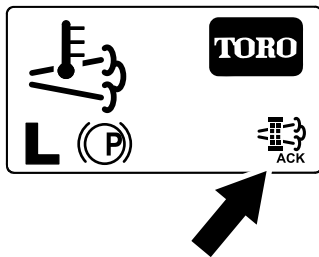

Figura 59
8. L'InfoCenter visualizza la schermata Home e l'icona della rigenerazione (Figura 59) è presente nell'angolo in basso a destra della schermata mentre la rigenerazione procede.